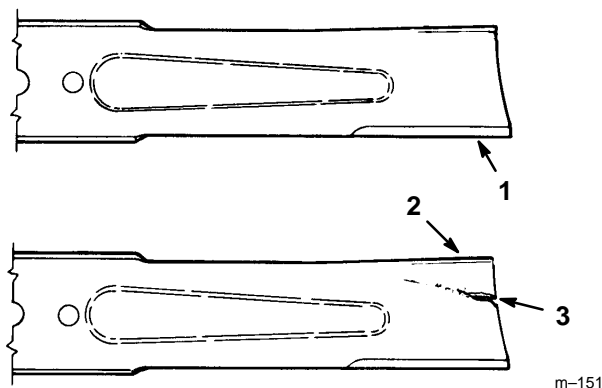

Abbildung 32
- Die Schneidkanten untersuchen (Abb. 32). Wenn die Kanten nicht scharf sind oder Kerben haben, das Schnittmesser ausbauen und schärfen. Siehe "Schärfen der Schnittmesser", Seite 37.
- Die Schnittmesser untersuchen, insbesondere den gebogenen Bereich (Abb. 32). Wenn Schäden, Verschleiß oder Rillenbildung in diesem Bereich festgestellt werden (Abb. 32), muß sofort ein neues Schnittmesser installiert werden.